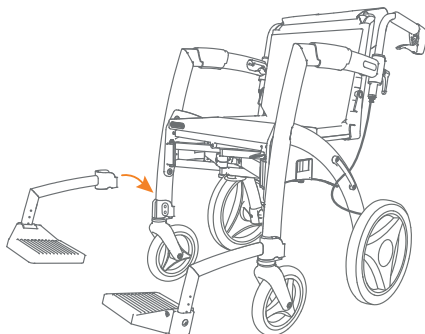

Figure 39: Placer les repose-pieds.
- e. Les repose-pieds se trouvent dans le sac du kit chaise roulante. Vous placez les repose-pieds à l'avant du Rollz Motion dans les porte-repose-pieds. Laissez-les glisser de haut en bas le long des porte-repose-pieds (**Figure 39**). Les repose-pieds ne glissent pas doucement sur les porte-repose-pieds? N'appliquez pas la force. Tirez-les à nouveau et veuillez essayer à nouveau.